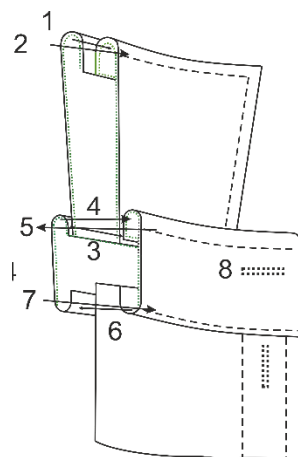

Рис. 2
2. Обтачайте верхний воротник нижним по отлёту и концам. (Рис. 2 строчка 1)
4. Настрочите отделочную строчку по отлету и концам воротника. (Рис. 2 строчка 2)
5. Скрепите верхний и нижний воротники по нижнему срезу. (Рис. 2 строчка 3)
6. Начертите линию обтачивания уступов стойки. Втачайте воротник в стойку, обтачивая уступы стойки, подрежьте припуски швов обтачивания уступов, выверните стойку на лицевую сторону. (Рис. 2 строчка 4). Приутюжьте.
7. Настрочите отделочную строчку по шву соединения воротника со стойкой и краю уступов стойки. (Рис. 2 строчка 5)
22. Втачайте стойку нижнего воротника в горловину. Настрочите стойку верхнего воротника на горловину платья (Рис.2, стр.6 и 7).